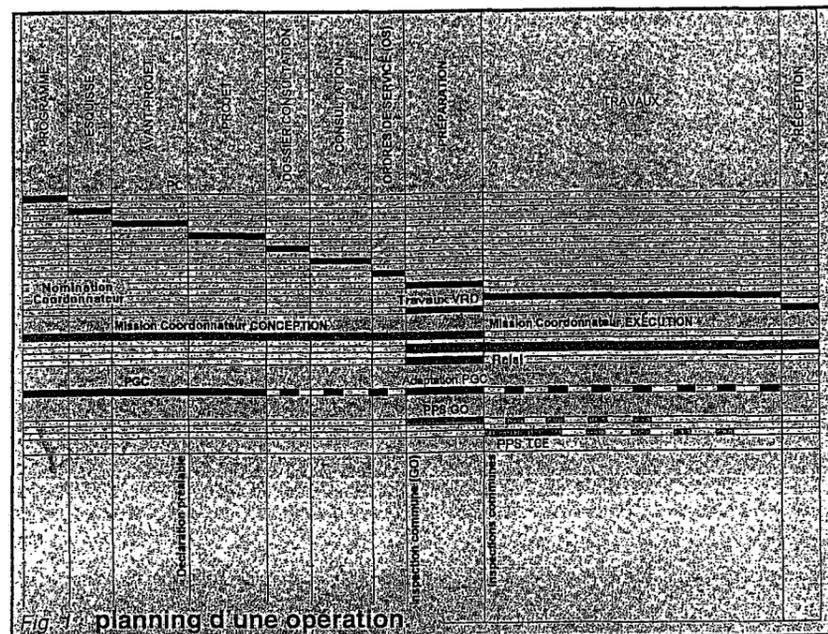

Fig. 1 : planning d'une opération
- Avant le début des travaux (fig. 1) sachant que l'entrepreneur (sous-traitant inclus) dispose de 30 jours à compter de la réception du contrat signé par le maître d'ouvrage (ou l'entrepreneur), pour préparer son chantier et rédiger son plan.
L'entrepreneur trouvera des informations indispensables pour rédiger son Plan Particulier au travers (fig. 1) :